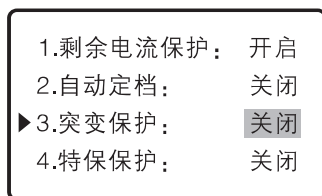
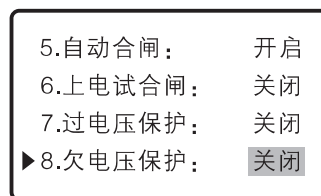
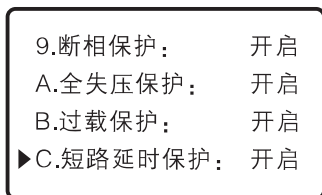
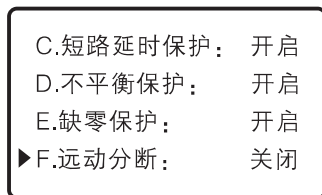

图12
图13
图14
图15
- 【▼】：查询参数时做翻页用，设置及密码输入状态时做数字减量使用。进入菜单后，按下【▼】键，进入功能设置状态，如图12，图13图14，图15所示，可设置剩余电流电告警，自动定档，突变保护，特波保护，自动重合闸，上电试合闸，过压保护，欠压保护，断相保护，全失压保护，过载保护，短路延时保护，不平衡保护，缺零保护和远动分断等。确定该选项后，按【▲】、【▼】可以实现该功能的开启或关闭。